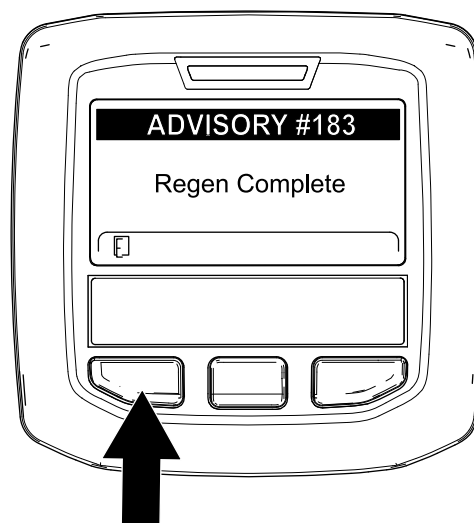

Figura 62
N.º 183 (Figura 62). Prima o botão esquerdo para sair para o ecrã inicial.
Nota: Se a regeneração não for concluída, o InfoCenter apresenta o Aviso N.º 184 (Figura 62). Prima o botão esquerdo para sair para o ecrã inicial.